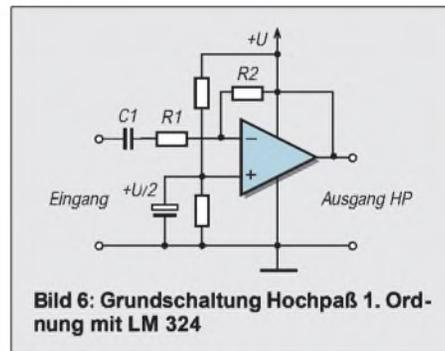

Bild 6: Grundschiung Hochpaß 1. Ordnung mit LM 324
Bild 6 zeigt einen einfachen aktiven Hochpaß (HP), der mit einem OPV aufgebaut ist. Kennzeichen: zwei Widerstände, ein Kondensator, Einspeisung am invertierenden Eingang. Auch der für uns notwendige Spannungsteiler ist gezeichnet. Mit den drei Bauelementen R1, C1, R2 kann man die Kennwerte des HP berechnen bzw. festlegen. Legt man die Grenzfrequenz f_{ug} und C1 fest, so errechnet sich R1 aus
Bild 6 enthält noch einen Widerstand R2. Diese Rückführung vom Ausgang zum Eingang bestimmt die Verstärkung dieser Stufe.